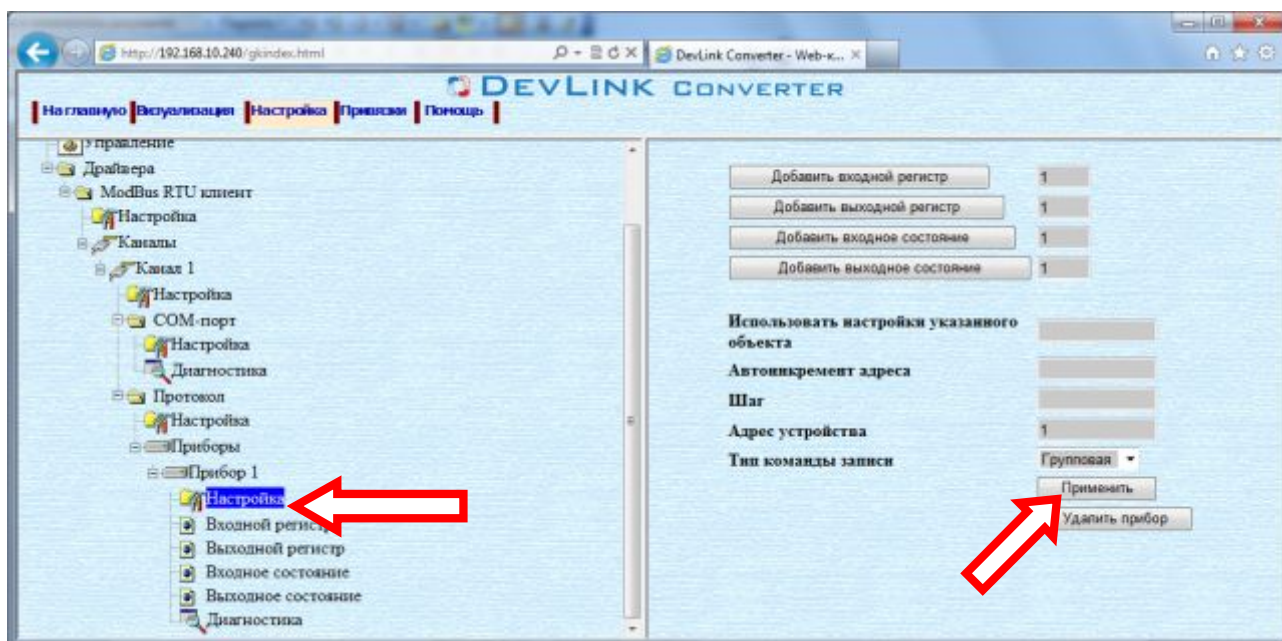

Рисунок 3.11 – Настройка прибора
- Выберите в *дереве объектов папку «Настройка»* нужного прибора (рисунок 3.11).
- *Задайте необходимые настройки* и для их применения нажмите кнопку «Применить» (рисунок 3.11).